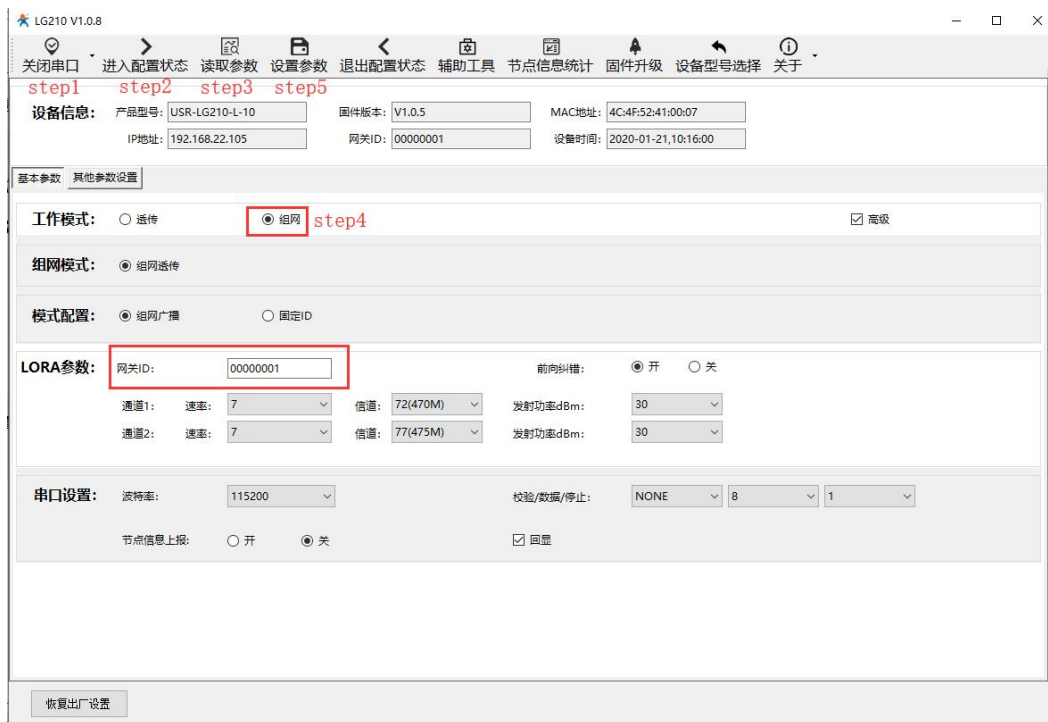

图 13 集中器参数配置
- (1) 设置集中器：
- 模式配置为组网广播或固定 ID, 如“图 13”所示；若配置为固定 ID 则需要在发送数据前加上模组 ID 等信息, 具体见《USR-LG210-L 说明书》；集中器说明书下载地址：<https://www.usr.cn/Product/298.html>